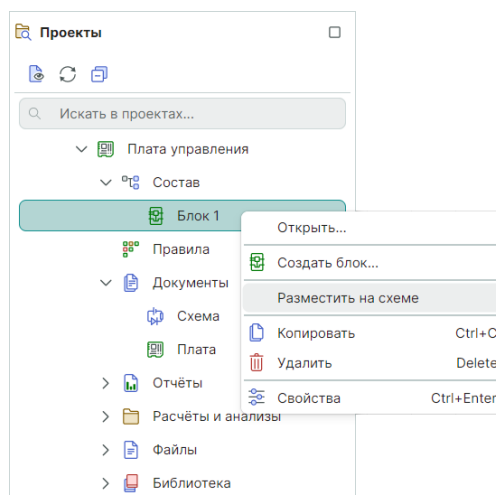

Рис. 285 Выбор блока в дереве проектов
1. Откройте узел «Состав» в дереве проектов, выберите нужный блок и выберите пункт «Разместить на схеме» в контекстном меню, см. Рис. 285.